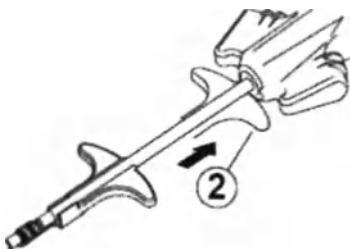

Рис. 2
5) Чтобы продеть нити через фиксатор, оттяните загрузчик шовного материала кверху в поперечном направлении (подобно положению шприца при выполнении инъекции) (см. рис. 2) от стержня и к рукоятке фиксатора под углом приблизительно 45°. Извлеките загрузчик шовного материала после того, как нити пройдут через фиксатор.